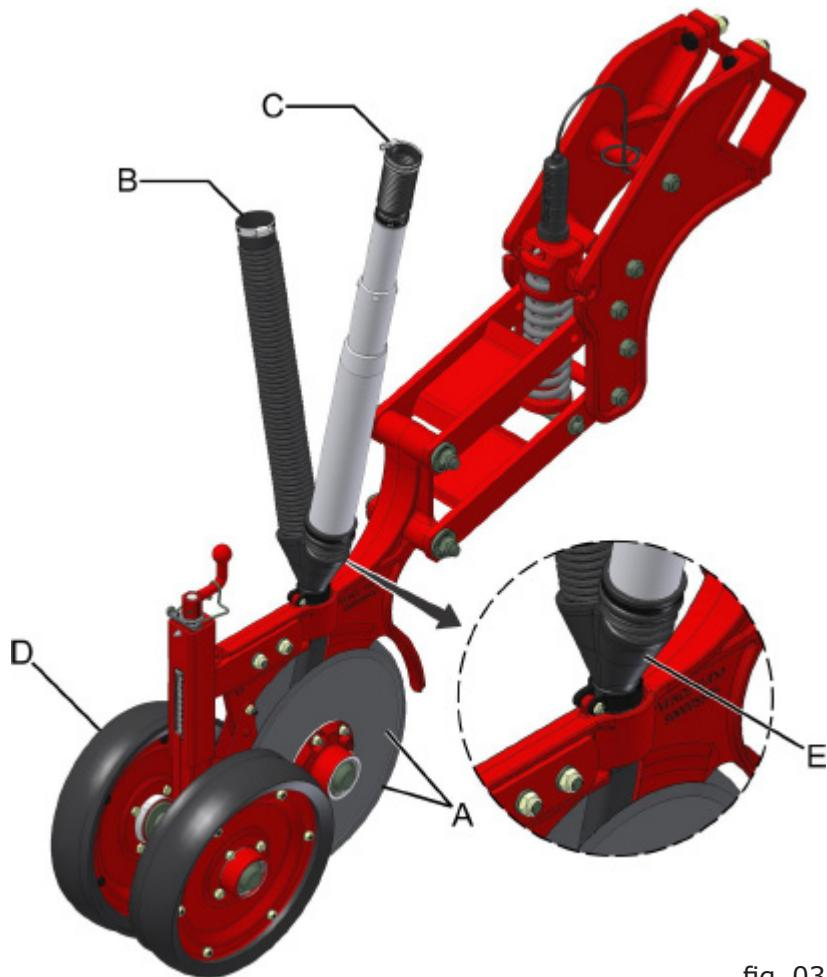

fig. 03
No sistema de plantio direto para trigo, são utilizados como sulcadores do solo discos duplos desencontrados (A) (fig. 03), por diâmetros de 14 e 15 polegadas. Os conjuntos são compostos também por linhas defasados. O mecanismo de deposição é formado por condutores flexíveis (B) para o adubo e condutores telescópicos (C) para a semente, ambos depositados em um único condutor interno (E), do disco duplo, para conduzir o fertilizante e as sementes.